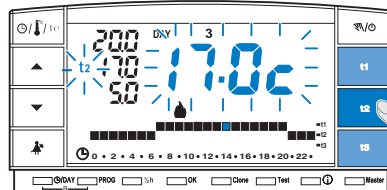

fig. 20
- Premere il tasto (t1 o t2 o t3) corrispondente al set di temperatura che si desidera modificare: il corrispondente indice di temperatura (t1 o t2 o t3) e le cifre centrali grandi lampeggiano (le cifre centrali grandi lampeggianti indicheranno la temperatura di set impostata) (fig. 20).